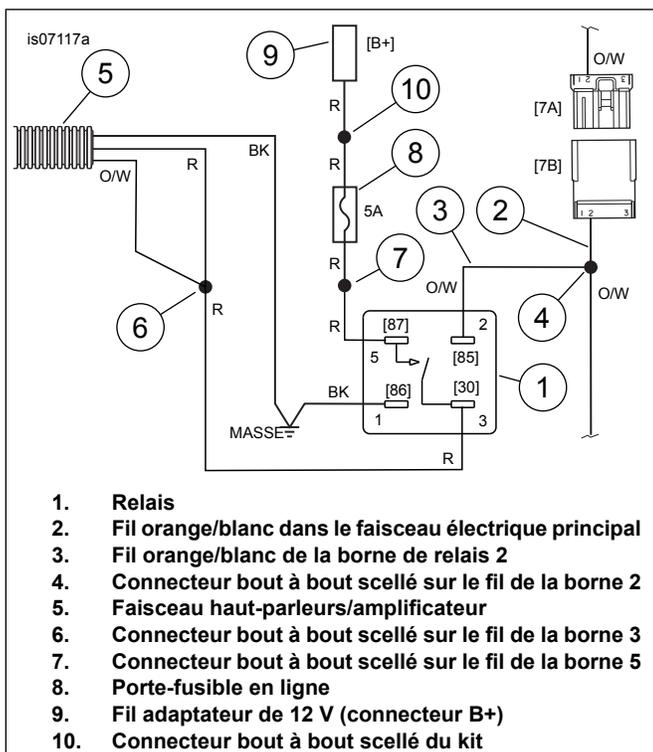
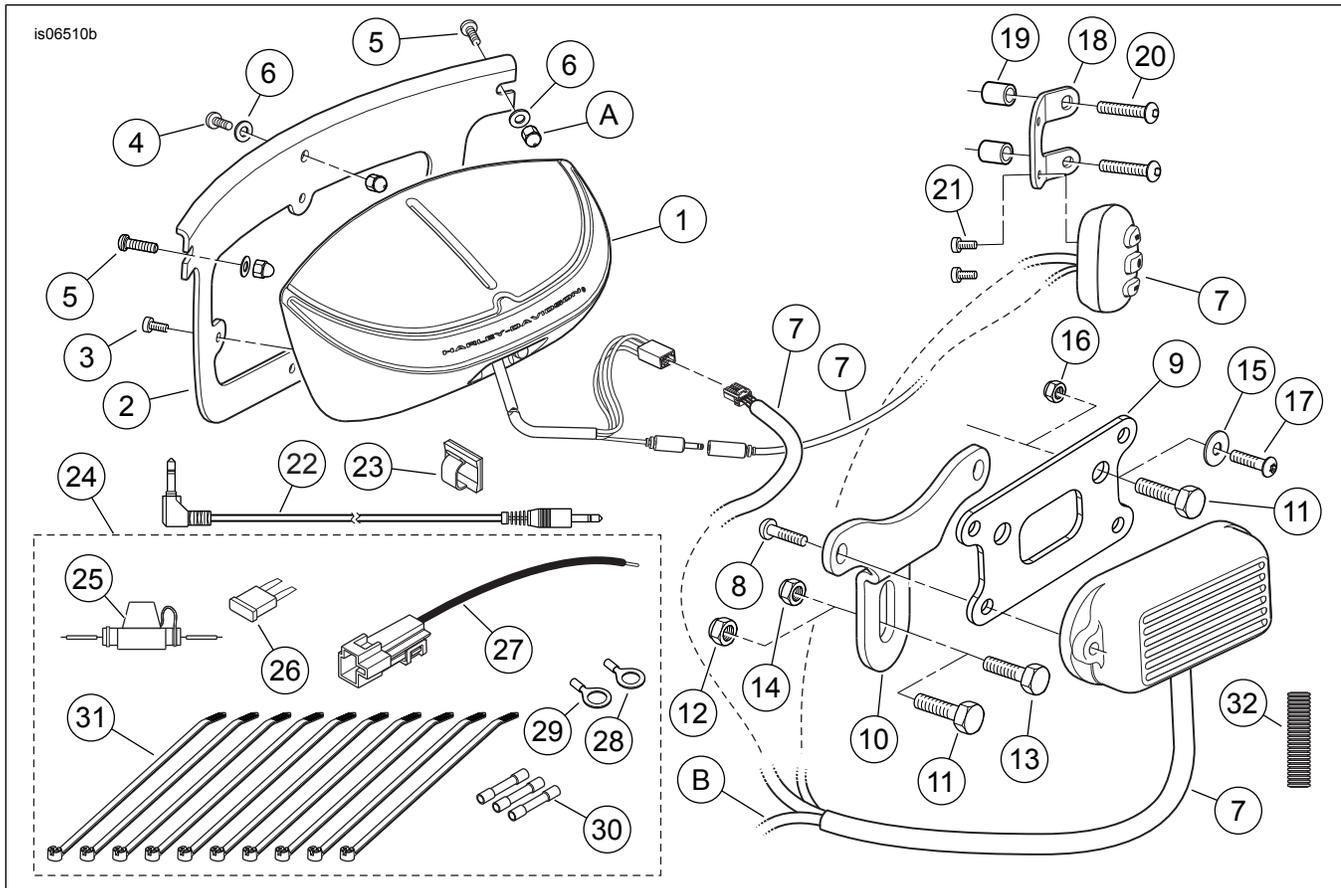

Figure 5. Schéma de câblage, faisceau de haut-parleurs et amplificateur au relais
Figure 7. Pièces de rechange, kit de haut-parleurs et amplificateur montés sur pare-brise
2. Voir Figure 7. Prendre le jeu de visserie électrique (24) de CE kit.
3. Sélectionner le porte-fusible en ligne (25) et un connecteur bout à bout scellé bleu (30) du jeu de visserie.
5. Voir Figure 5. Chercher un emplacement adéquat sous la selle pour le relais (1), de façon que les bornes soient orientées **vers le bas ou horizontalement**. Les bornes ne doivent pas être orientées vers le haut.
6. Couper le fil **orange/blanc (2) dans le faisceau électrique principal** près du connecteur d'éclairage arrière [7].
7. Voir l'annexe du manuel d'entretien. Utiliser un appareil de chauffage par rayonnement adéquat pour épisser et sceller les deux fils oranges/blancs coupés sur le connecteur bout à bout scellé (4) sur le fil orange/blanc (3) de la borne de relais 2.
13. Voir Figure 7. Sélectionner la borne circulaire (28) de 6,4 mm (1/4 in) de diamètre intérieur du jeu de visserie électrique.
2. Enrouler l'excès de longueur de fil sous le réservoir de carburant, à l'intérieur de la nacelle ou sous la bride de guidon, là où cela ne gênera pas le mouvement de la direction. Installer le fusible de 5 A (26) dans le porte-fusible en ligne sur le fil rouge.
4. Voir Figure 7. Le connecteur de 3,5 mm de la commande de guidon peut être attaché au guidon avec des serre-câbles ou attaché au té de fourche supérieur ou à la nacelle avec l'attache à support adhésif (23) du kit. Si l'attache est utilisée :